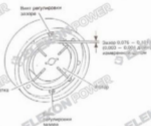

Рис. 15 Расположение винта регулировки зазора
9. Проверьте зазор ротора. Если необходимо, отрегулируйте зазор, который должен составлять от 0,076 до 0,101 мм (см. рис. 15).